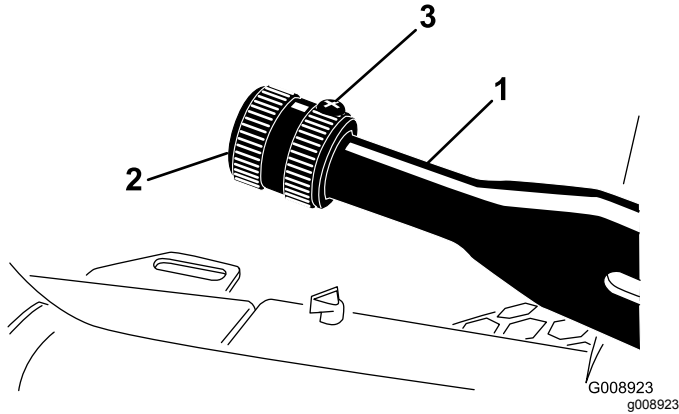

図 60
1. ブレーキレバーに調整ノブを固定している固定ネジをゆるめる 図 60。